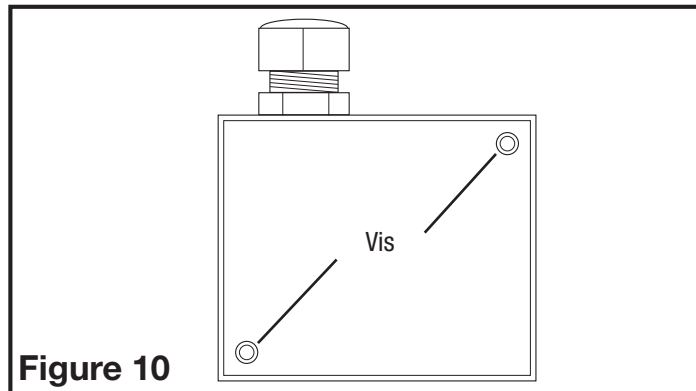

Figure 10
- Retirez les vis de la plaque du couvercle de la boîte de raccordement située sur le côté du moteur (Figure 10).